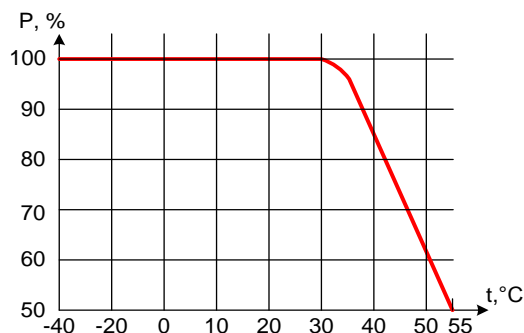

Рис. 10
\* При температуре выше + 35 °С требуется запас по току, см. рис. 10
**ВНИМАНИЕ;** при повышении температуры окружающей среды уменьшается максимальная допустимая мощность нагрузки регулятора (см. рис. 10).